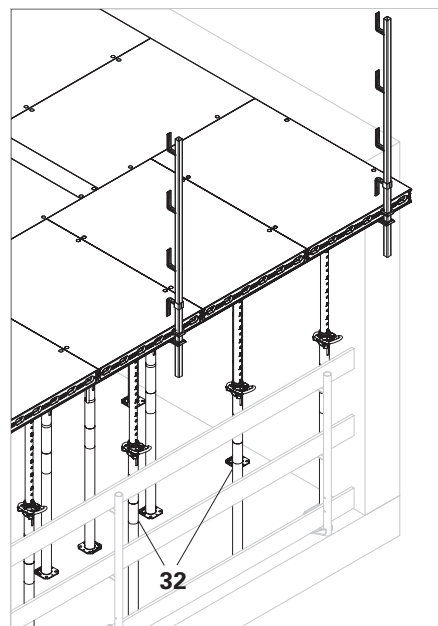

Fig. D4.06c
3. Monter le montant de garde-corps SGP, relever le panneau et soutenir à l'aide d'un étais de dalle à tête d'étais DFH (32). (Fig. D4.06c)